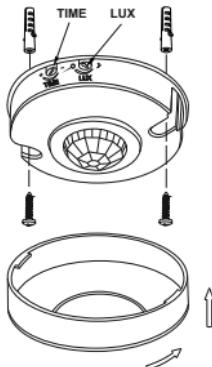

Рисунок 19 – Монтаж
- повернуть против часовой стрелки защитную крышку на угол 5°. (рисунок 19). Снять крышку;